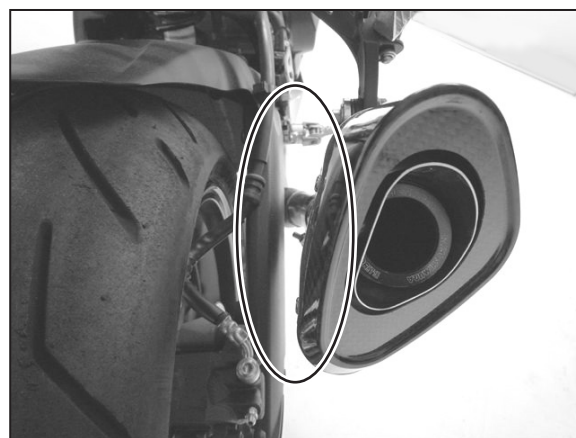

FIG. 7
8. 車両後方から見てサイレンサーの傾きやマフラーと車両のクリアランスを調整し、クランプバンド→サイレンサーステーの順に規定トルクで締め付けて下さい。締め付けた後、マフラーと車両が干渉していない事を確認して下さい。（FIG. 7, 8 参照）